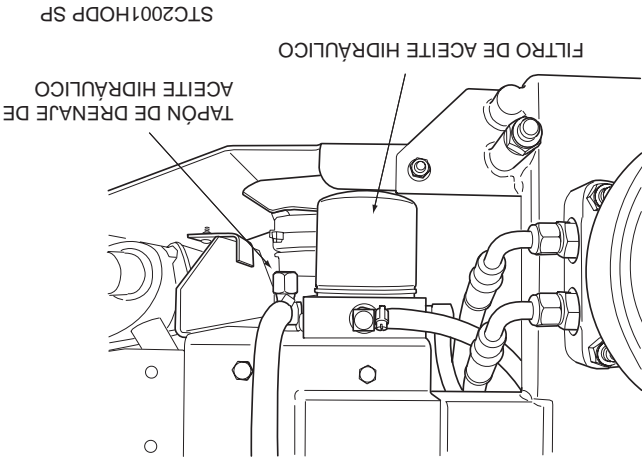

Figura 7-3 Filtro de aceite hidráulico y Tapón de drenaje
1. Retire el elemento del filtro de aceite (Figura 7-3, Página 31) y deséchelo apropiadamente. Llene el nuevo filtro con aceite limpio de motor SAE 20W50 e instálelo. Aprítelo a mano solamente.
2. Coloque un recipiente adecuado debajo del filtro de aceite hidráulico. Incline el asiento hacia adelante. Quite la tapa de llenado del depósito y el tapón del drenaje del fondo de la T de drenaje en el lado frontal de la base del filtro. (Vea la Figura 7-3). Permita drenar el fluido en el recipiente y deséchelo apropiadamente.